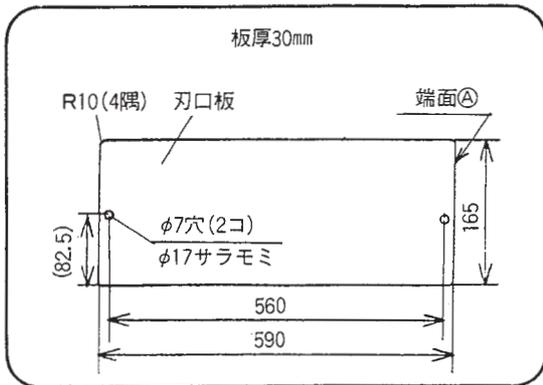
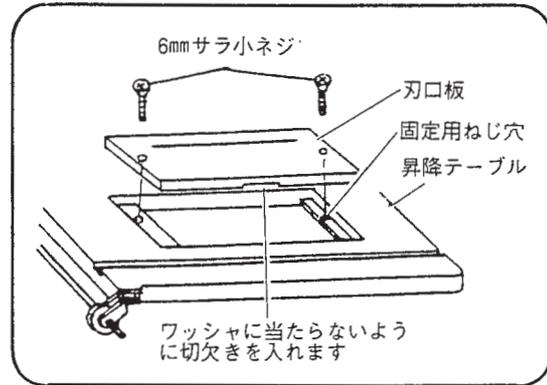
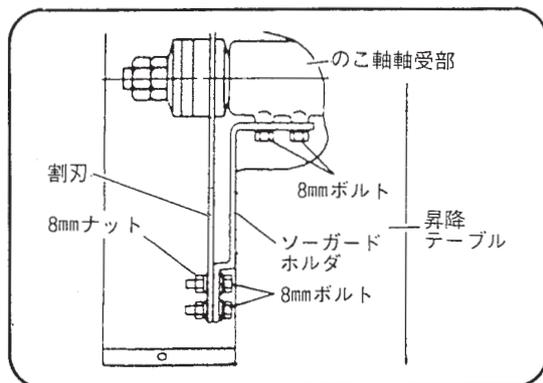

図 36
図 37
図 38
- (1) 昇降テーブルの刃口部に合わせて刃口板を準備します。（図 36）
- (3) ソーカバーをあげ付属の両口スパナ（13mm）でソーガードホルダをはずします。（図 38 参照）
- (4) 別売部品の405mmチップソーを別途お買い求め、のこ軸に取付けます。（34 ページ「のこ刃の取付け・取りはずし」の項参照）
- (5) 刃口板を付属の6mmサラ小ネジで昇降テーブルに取付けます。（図 37）
- (6) 昇降盤用スイッチを「のこ刃」側に入れのこ刃をまわし、昇降テーブルを下げながら刃口板にのこ溝を入れます。
- (7) 刃口板をはずし割刃が入るように手のこで端面 ㉠ (図 36 参照) から 50mm の寸法になるよう溝を長くします。
- (8) 再度刃口板を昇降テーブルに取り付けます。
- (1) 割刃とソーガードホルダに割刃を 8 mm ボルトと 8 mm ナットで取付けます。(図 38, 39) このとき、のこ刃と割刃の位置が一直線になるようソーカードホルダ取付け用 8 mm ボルトを付属の両口スパナ (13mm) でゆるめ、調整します。調整後はボルトをしっかり締めてください。またのこ刃の外周と割刃のすきまが 12mm 以内になるよう調整してください。割刃は、付属の両口スパナ (13mm) でボルトをゆるめて調整します。調整後は、ボルトをしっかり締めてください。
- (1) 刃口板（図 37 参照）をはずし昇降テーブルを下げ、ソーカバー（図 1-イ参照）を開きます。